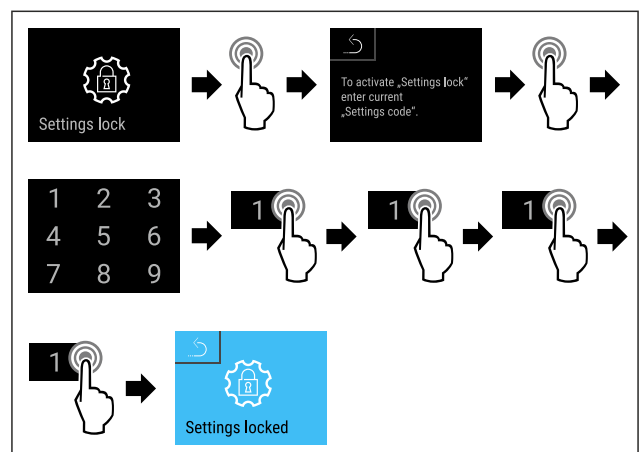

Fig. 98
- ▶ Εκτελέστε τα βήματα ενεργειών (βλέπε Fig. 98).